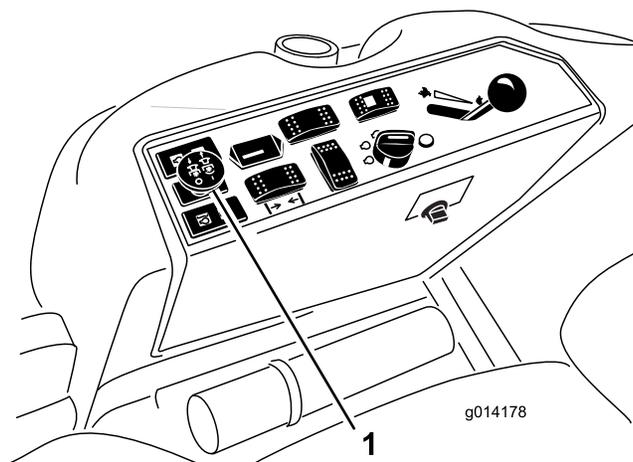

Figura 21
3. Innestate l'interruttore della PDF alzandolo (Figura 21).